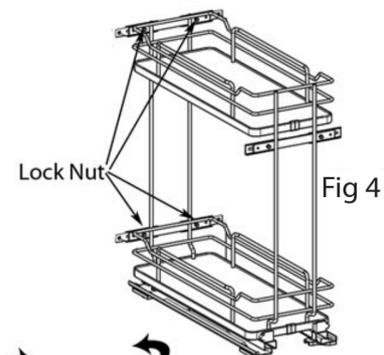

Fig 4
- 6) Loosen the (2) lock nuts at the back of the unit to allow the rear stop to float freely (See Fig 4). Move the rear stop until it catches the rear of the face frame (if frameless application, a block may need to be added to allow the stop work properly). Once the stop is at the right position, the lock nuts can be tightened and bumpers can be added to the front of the stops.
- 1) Loosen the (4) lock nuts inside the front wall of the unit. (See Fig 4)
- 3) Use the (4) #6 x 1/2" flat head screws provided to attach the door to the pullout unit.
- 6) **Aloje la tuerca de bloqueo (2) al fondo de la estructura para permitir a los frenos posteriores de flotar libremente (véase fig.4) Mueva los frenos hasta que se enganchen a la parte posterior del bastidor (si no se utiliza bastidor, un bloqueo será necesario para permitir a los frenos de funcionar bien). Una vez que los frenos están bien posicionados, la tuerca de bloqueo puede ser apretado y los paragolpes pueden ser adjuntados en el frente de los frenos.**
Si l'on a besoin d'ajuster la porte, dévisser les (4) boulons et régler la porte (Fig. 4)